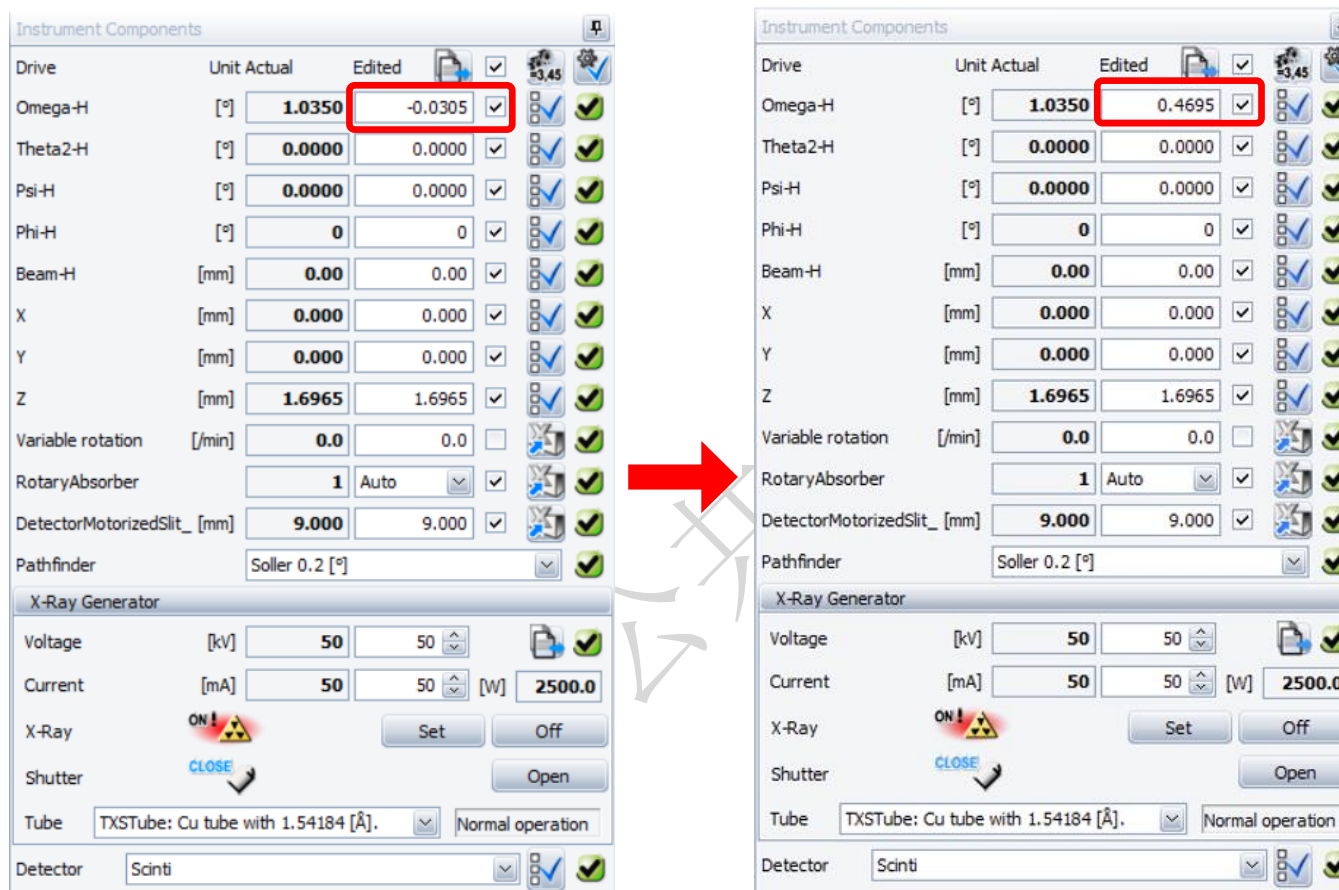

图 6-22 设置掠入射角
6.9.4.2 设置掠入射角: 将完成样品对光后自动记录的 Omega 角加上所需 grazing 角(0.1~1°), 更新到左侧 Omega-H 方框中(图 6-22, grazing 角为 0.5° 时, Omega-H 设定为: $-0.0305^{\circ} + 0.5^{\circ} = 0.4695^{\circ}$);